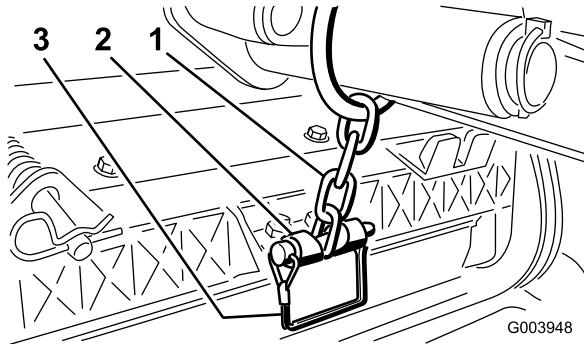

Рисунок 19
- Прикрепите цепь подъемного рычага к кронштейну цепи с помощью стопорного штифта (Рисунок 19).